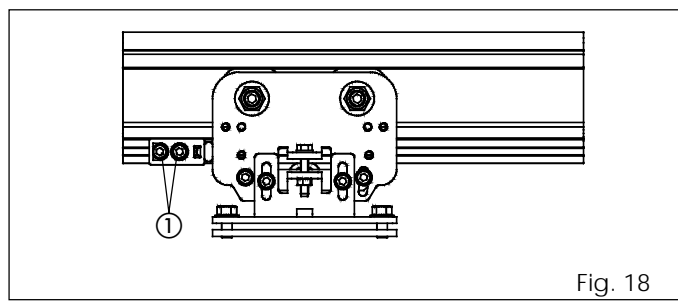
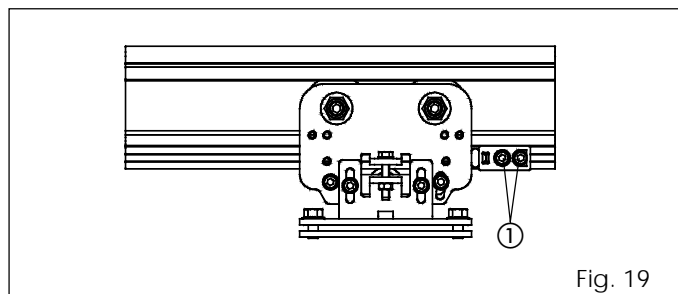

Fig. 18
Fig. 19
- Afloje los dos tornillos hexagonales como se indica en la fig. 18 y fig. 19 ref. ①.